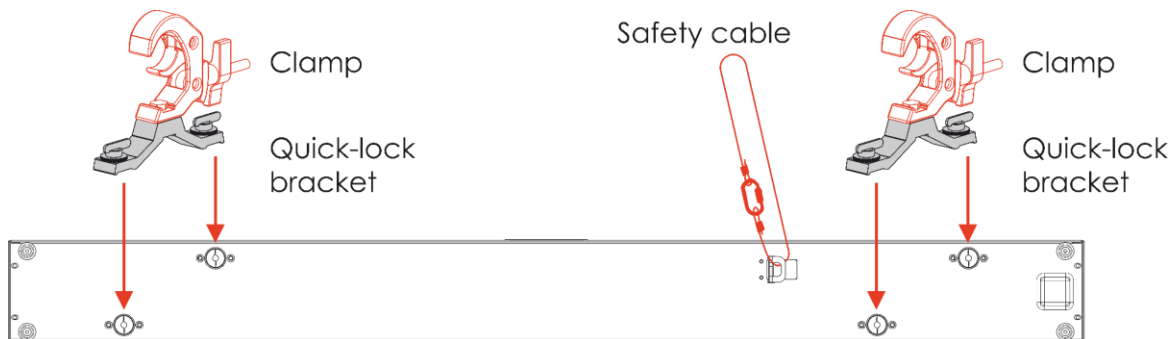

Fig. 05
- 03) Instale la(s) abrazadera(s) como se indica en la Fig. 05. Asegúrese de utilizar las abrazaderas apropiadas para colocar el dispositivo en un truss.
- 05) Sujete el dispositivo con una suspensión secundaria, por ejemplo, un cable de seguridad. Asegúrese de que la suspensión secundaria puede soportar 10 veces el peso del dispositivo. Si es posible, la suspensión secundaria debería conectarse a una estructura de soporte independiente de la suspensión primaria. Pase el cable de seguridad a través de la anilla de seguridad como se indica en la Fig. 05.